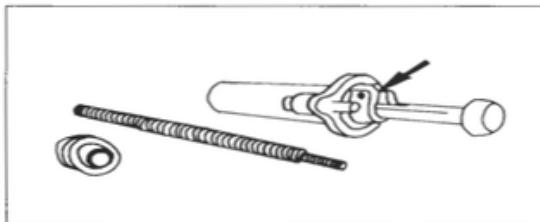

Bild 25
- Steuerkettenspanner einbauen: Sperrklinke des Spanners (Pfeil in Bild 25) eindrücken und Bolzen ganz in Gehäuse einschieben.